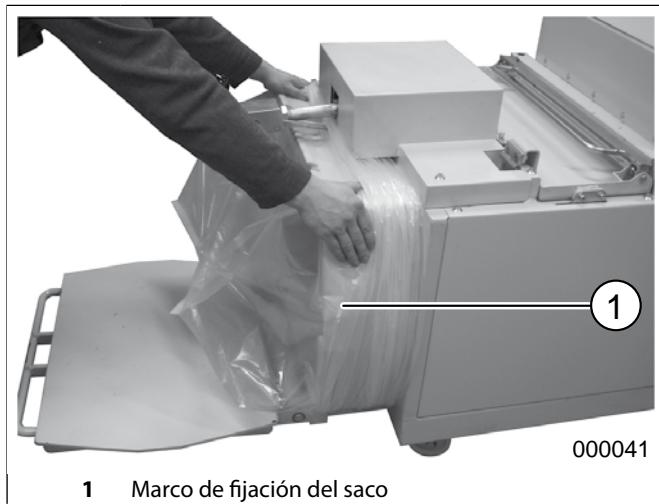

fig. 19 Colocación de un saco de plástico nuevo
En el caso de una atadura del fardo, antes de la colocación del saco sobre su marco de fijación (fig. 19) se tienen que haber colocado ya en la cámara de prensado las cintas como ya descrito bajo el título „Colocación de las cintas para un nuevo fardon“, p. 52 (no afecta en el caso "C").
2. Pasar el borde del saco por encima de su marco de fijación (fig. 19) y pasar poco a poco el saco sobre el marco hasta el final.